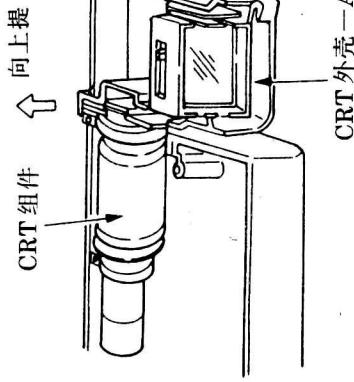

图 29
- ③ 向上提起 CRT 组件, 并将其从 CRT 外壳 A 中取下, 如图 29 所示;